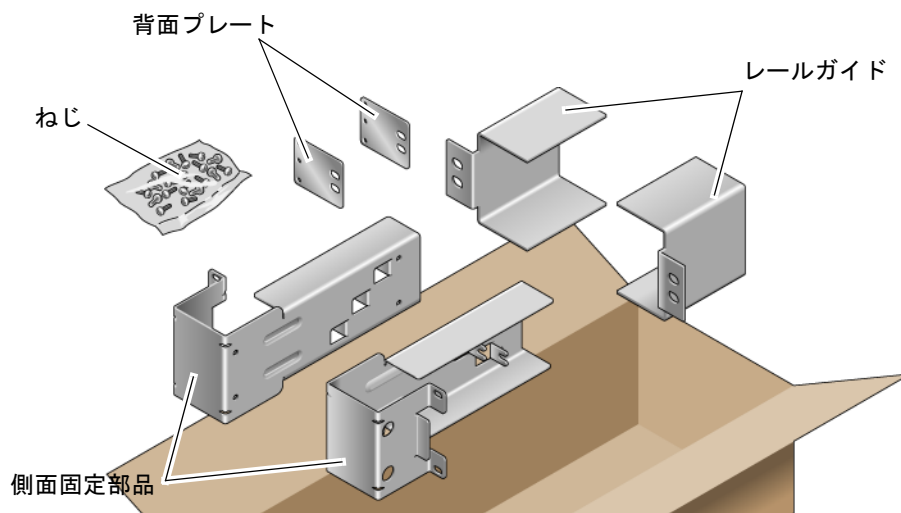

図 4-1 23 インチ 2 ポストのハードマウントキットの内容
1. ラックキットから側面固定部品を取り出します (図 4-1)。
3. ラックキットからレールガイドを取り出します (図 4-1)。
7. (省略可能) 使用環境で特に強い振動が発生する場合は、背面プレートを使用してよりしっかりとサーバーをラックに固定します (図 4-1)。